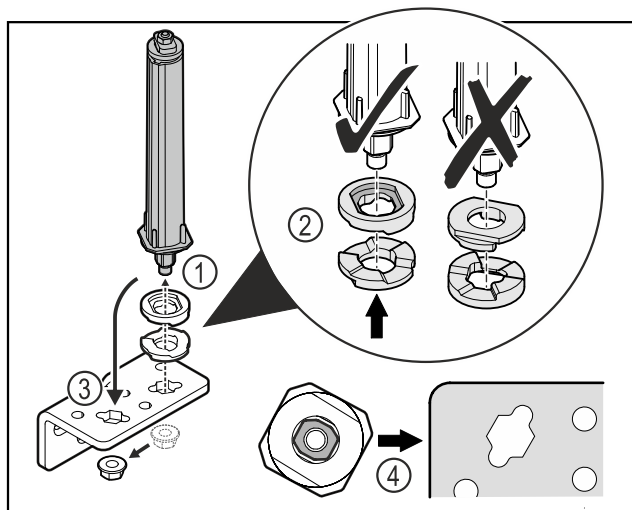

Fig. 41
- ▶ Oldja ki az anyát, és távolítsa el az ajtózáró rendszert Fig. 41 (1).
- ▶ Ügyeljen a magasságállító alátétek helyes beigazítására Fig. 41 (2).
- ▶ Helyezze át az ajtózáró rendszert a zsanéridombban, és rögzítse az anyával Fig. 41 (3).
- ▶ Behelyezéskor ügyeljen az ajtózáró rendszer helyes beigazítására Fig. 41 (4).